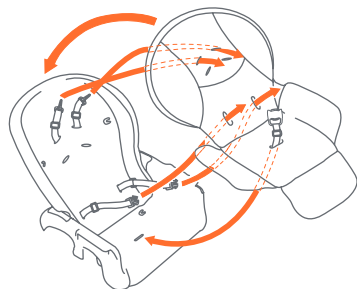

Fig. 18
- 18) • Pase el extremo sin hebilla de las correas del arnés denominadas lengüetas de sujeción del arnés por las ranuras en la tela del asiento, el accesorio, el respaldo y la base del asiento (Fig. 18). Una vez que las lengüetas de sujeción del arnés hayan atravesado las ranuras, gire las lengüetas 90 grados. Asegúrese de que las correas están colocadas firmemente en su lugar.